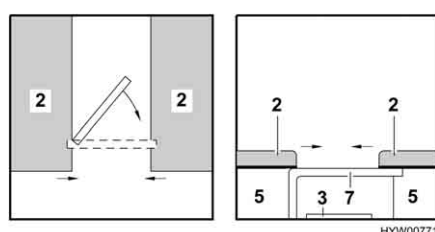

Fig. 50 Durante la trasformazione
- Disimpegnare il piede del letto (Fig. 50,7) ed ruotarlo di un quarto di giro.
- Fare attenzione che il piede del letto si trovi esattamente di fronte al cassone letto (Fig. 50,5).
- Sollevare leggermente i due cuscini del divano (Fig. 50,2) e tirarli verso il centro.